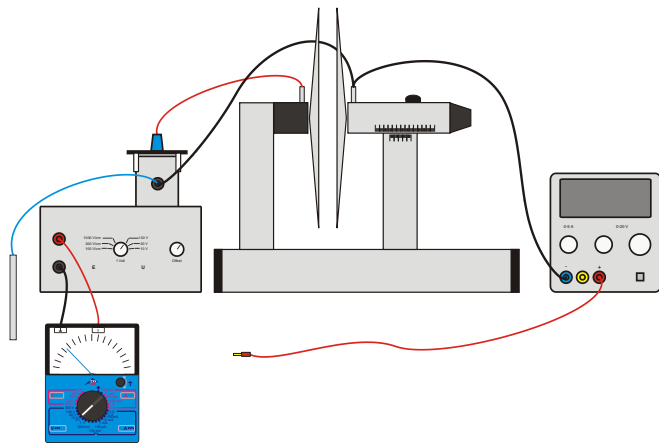

Fig. 2: Montagem da experiência
- Montar a experiência conforme mostrado na Fig. 2.